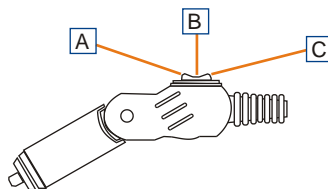

Figure 2. Prise allume cigare
L'alimentation du «360 LED STAR » s'effectue sur la prise allumecigare. (Figure 2.)
- La position centrale : OFF (Figure 2. rep B)
- La position arrière : ON (Figure 2. rep C)